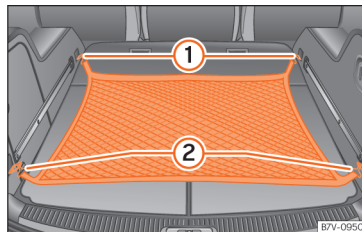

Abb. 149 Im Gepäckraum: eingehängtes Gepäcknetz.
- Haken des Gepäcknetzes in die Verzurösen »» **Abb. 149** ① und ② einhängen.
- Haken des Gepäcknetzes aus den Verzurösen »» **Abb. 149** ① vorsichtig aushaken.
- Haken des Gepäcknetzes aus den Verzurösen »» **Abb. 149** ② vorsichtig aushaken.